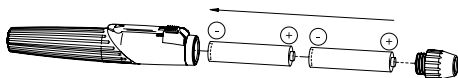

Fig. 3
Klargjør lykten ved å skru hodestykket (3) av håndtaket (1) og sette inn to alkaliske primær-cellebatterier (størrelse LR03/AAA/1,5V) (fig. 3). Skru deretter hodestykket på igjen.
Skru fra hverandre hodestykket (3) og rist ut de batteriene. Sett inn nye batterier med pluss-kontakten vendt mot toppen av håndtaket (fig. 3).